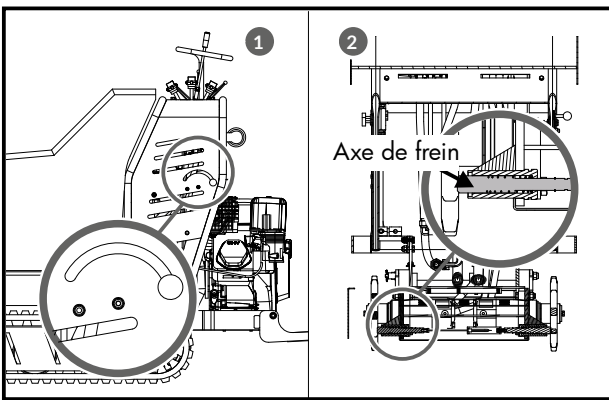

Figure 24
Réglage du câble de frein (figures 24 - 26)
- A. Si le levier de frein est tourné dans la position illustrée sur la figure 24 (1) et que l'axe du frein est toujours dans la position illustrée sur la figure 24 (2), suivez les étapes ci-dessous pour régler le câble de frein :
5. Tournez les deux écrous de réglage dans le sens indiqué sur la figure 24 (3) et observez l'axe de frein des deux côtés, jusqu'à ce que les deux axes se trouvent à plus de 2 mm du côté des roues motrices. Resserrez les écrous de réglage.